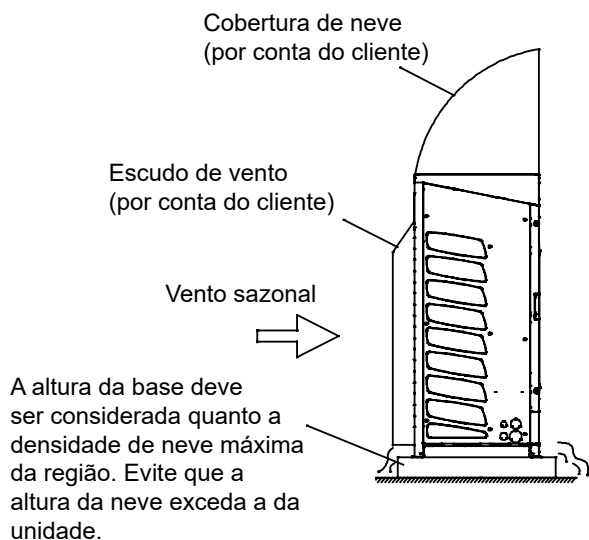

Figura 1
4. A instalação deve ser para garantir que as unidades do sol e da chuva, poeira, tufão, lugar à prova de terremoto. Em áreas com neve, a máquina deve ser instalada nem em um quadro ou sob uma cobertura de neve, de modo a evitar a neve da máquina. Veja Figura 1